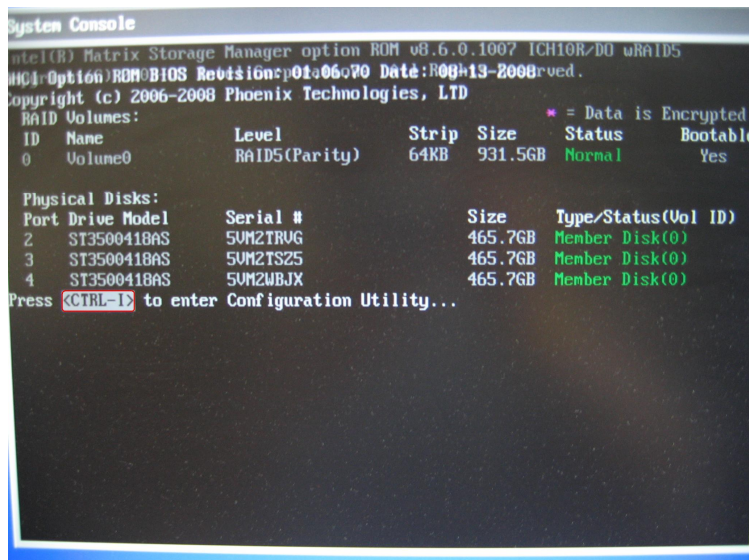

图 31
(B) 按下 Ctrl + I 组合键进入 RAID 配置，如图 31 所示。